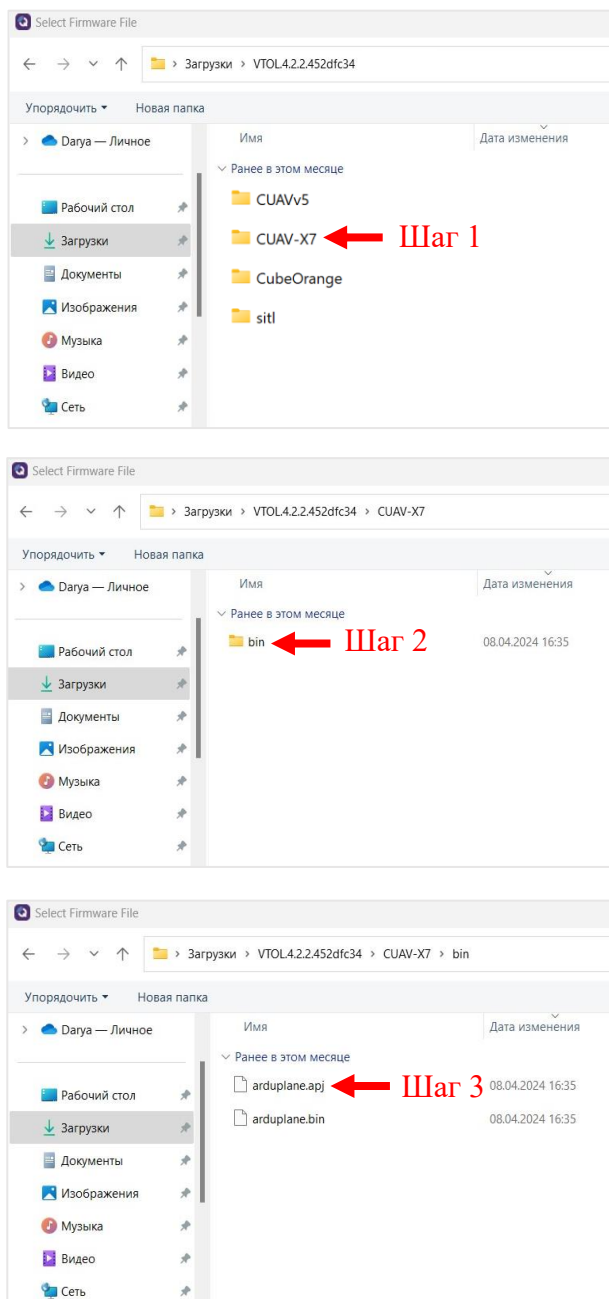

Рисунок 13 – Подготовка к прошивке (шаг 10)
10. В появившемся модальном окне выбрать файл с версией AIRPILOTUAV: перейти в папку «CUAV-X7» → открыть папку «bin» → выбрать файл «arduplane.apj» (рисунок 13).